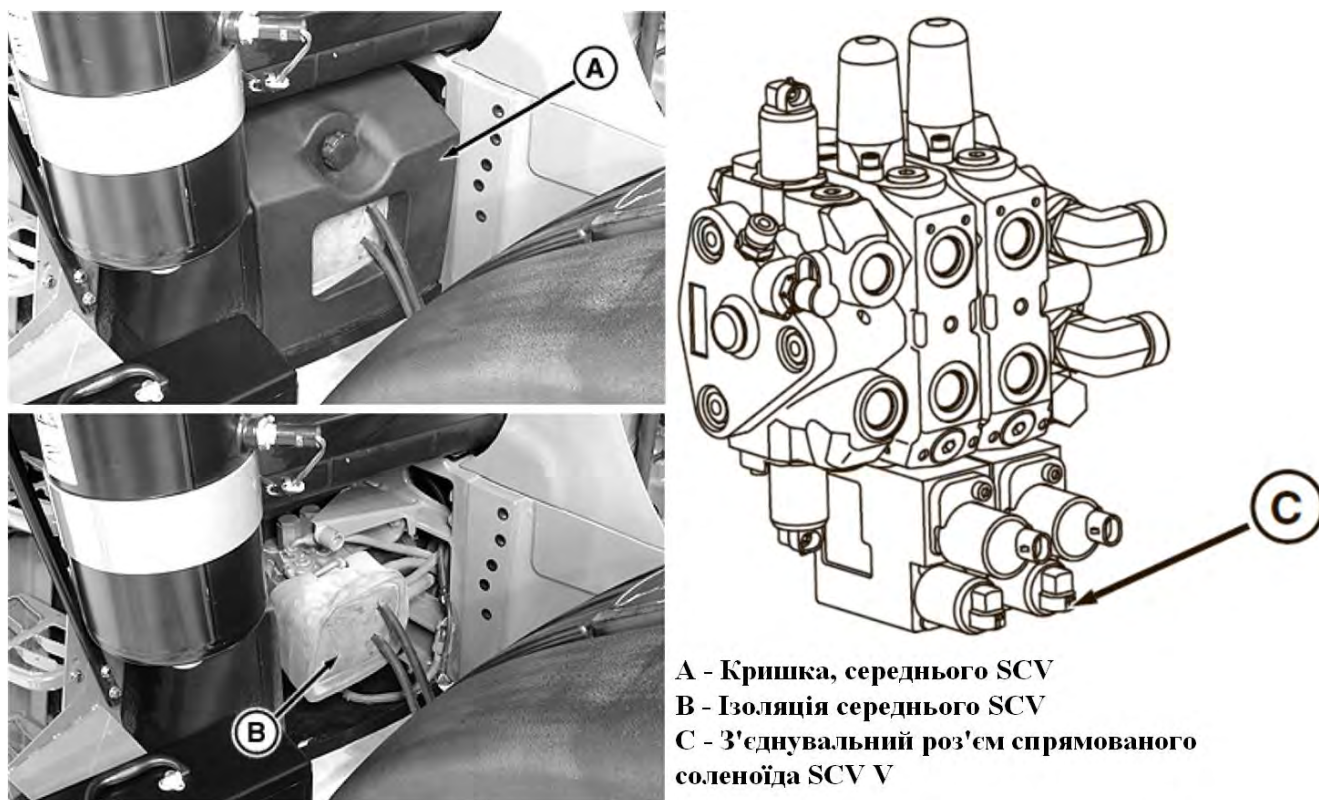

Рис. 9.13. Місцезнаходження роз'єму спрямованого соленоїда SCV V
Зняти знімну кришку середнього SCV (A) і ізоляцію середнього SCV (B) для доступу і відключення з'єднувального роз'єму спрямованого соленоїда SCV V (C) (рис. 9.13.).